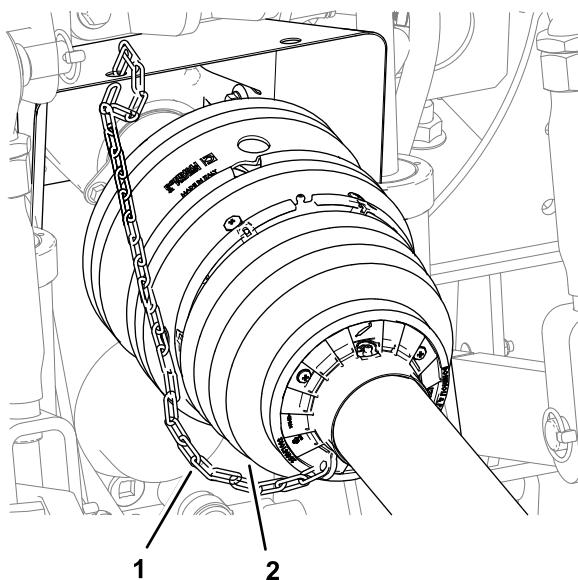

Figure 32
6. Attachez la chaîne de retenue à une partie fixe du véhicule tracteur (Figure 32).